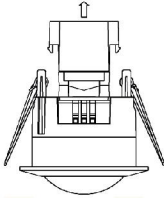

Imagen 3
- Instale el sensor en el techo usando los resortes metalicos (Imagen 3 y 4)